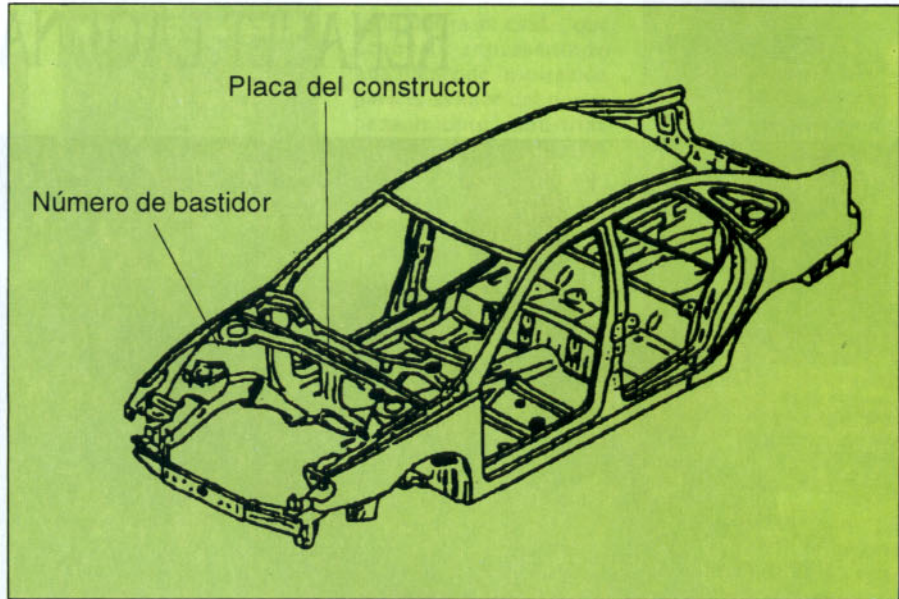

Figura 1. Situación de las placas de identificación del vehículo
La situación de estas placas se refleja en la figura 1.
- El número de bastidor se encuentra troquelado en el pase de rueda delantero derecho (figura 1). Consta de diecisiete caracteres alfanuméricos.
derecho (figura 1). Consta de diecisiete caracteres alfanuméricos.